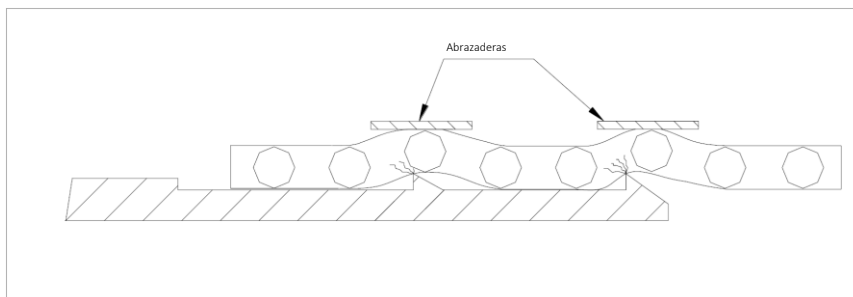

Figura 8
- Abrazaderas mal colocadas: Situaciones como esta o similares pueden dañar la manguera (figura 8).